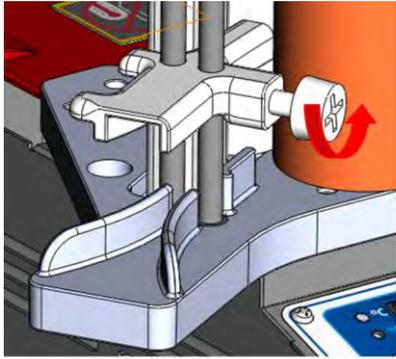

Fig4
- Desserrez la vis (Fig4) et insérez une éprouvette du bord